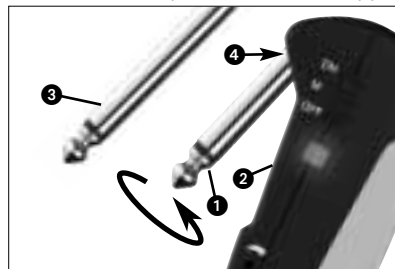

Fig. 5: Come montare il connettore adattatore.
4.3 Strumenti con presa d'uscita a scomparsa (vedi fig. 5)